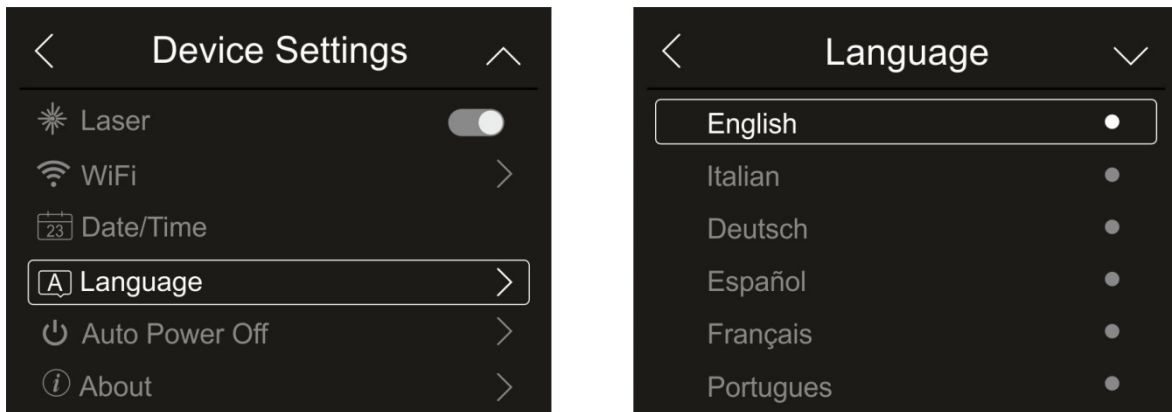

Fig. 19: Sélection de la langue du système
1. Touchez l'élément «Language» pour définir la langue du système. La page-écran de la Fig. 19 – partie droite s'affiche à l'écran :